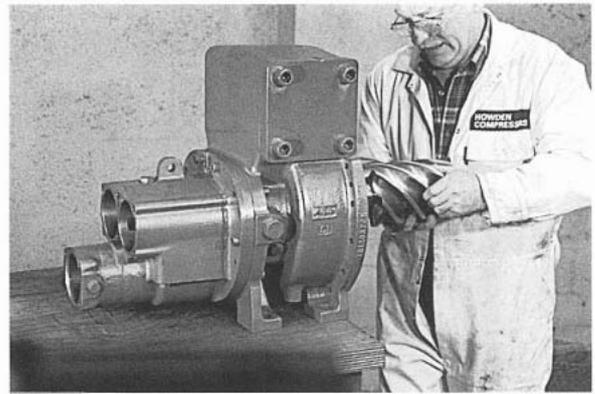

Рис. 89
14. Наденьте распорку подшипника "мама" на его вал. Смажьте ротор и аккуратно установите на место главный картер. (Рис. 89)